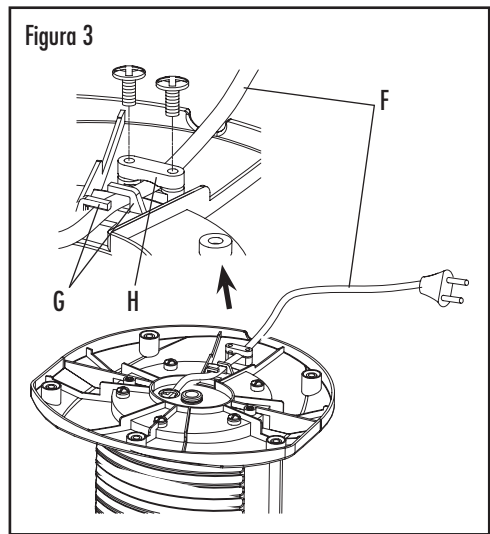

Figura 3
5. Pase el cable de alimentación a través de los sostenedores para el cable y el canal del cable ubicado debajo de la base. Consulte la Figura 3.